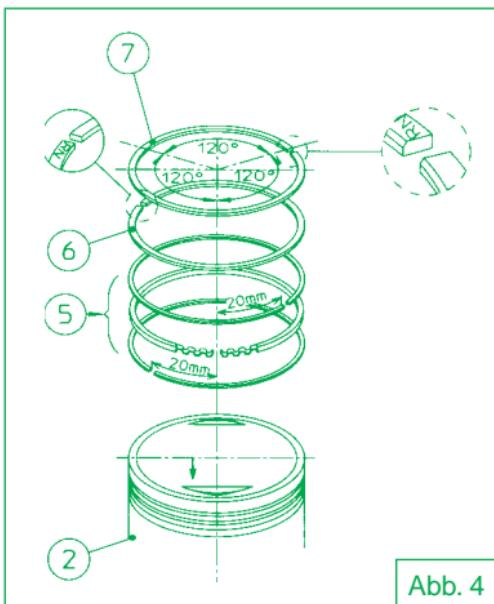

Abb. 4
HINWEIS: Der Ölstreifer besteht aus zwei Kolbenringen mit 0,35 mm Stärke und aus einem welligen Kolbenring. Alle drei Kolbenringe müssen in derselben Nute des Kolben montiert werden und der gewellte Kolbenring muss dabei zwischen die beiden anderen Kolbenringen eingefügt werden. Den in Abbildung 4 geschilderten Anleitungen folgen.
- 5) Die Kolbenringe am Kolben drehen und sie so positionieren, wie es in Abb. 4 abgebildet.